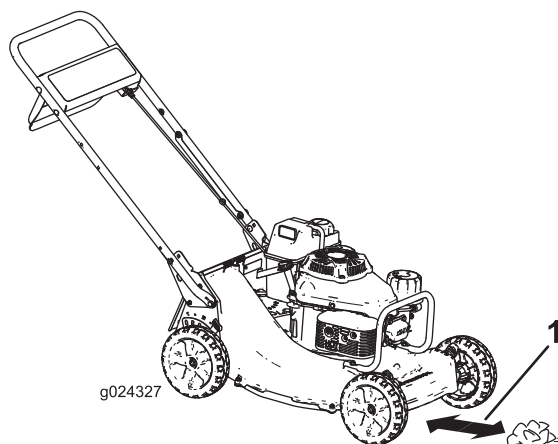

Figure 18
4. Placez la boule de papier journal à 13 cm devant la machine (Figure 18).